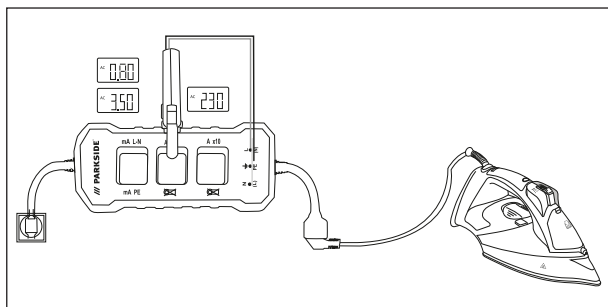

Fig. 3
- 1) Collegare la spina Schuko ❸ dell'apparecchio ad una presa di corrente.
- 2) Collegare la spina del terminale alla presa Schuko ❹.
- 3) Condurre la pinza amperometrica intorno al punto di misurazione **A x1** ❷ e sulle linee di misura del multimetro **L** e **N** ❺ e accendere il terminale.
- 4) Leggere i valori corrispondenti a corrente, tensione e potenza assorbita del carico (vedere fig. 3).
- 5) È anche possibile misurare la tensione tra i punti di misurazione **L-PE** ❺ e **N-PE** ❺ .